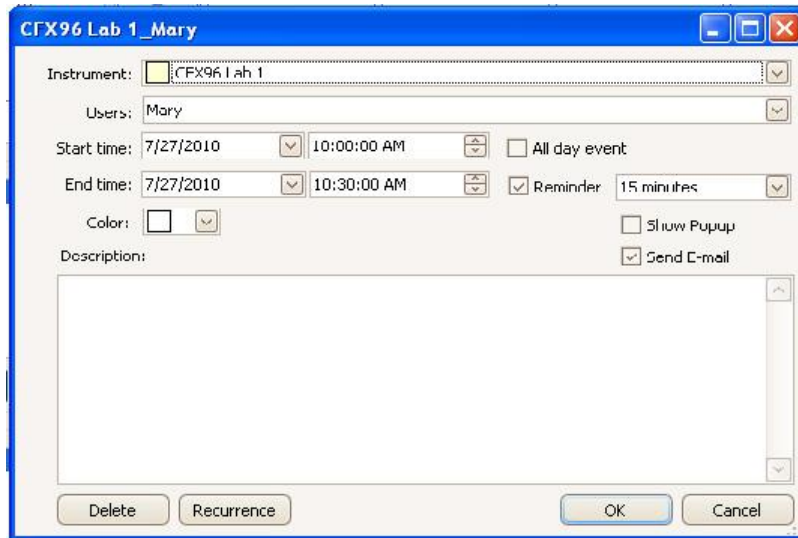

Рис. 18. Окно планирования нового события программы диспетчера
2. Выберите прибор и пользователя из ниспадающего списка (Рис. 18).